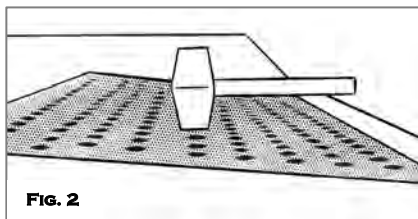

FIG. 2
3. Using a rubber mallet, tap the entire surface of the tile to ensure consolidation around the anchors. **(Fig. 2)**
3. Usando un mazo de goma, pulse toda la superficie de la baldosa, asegurando la consolidación alrededor de los anclajes. (Fig. 2)